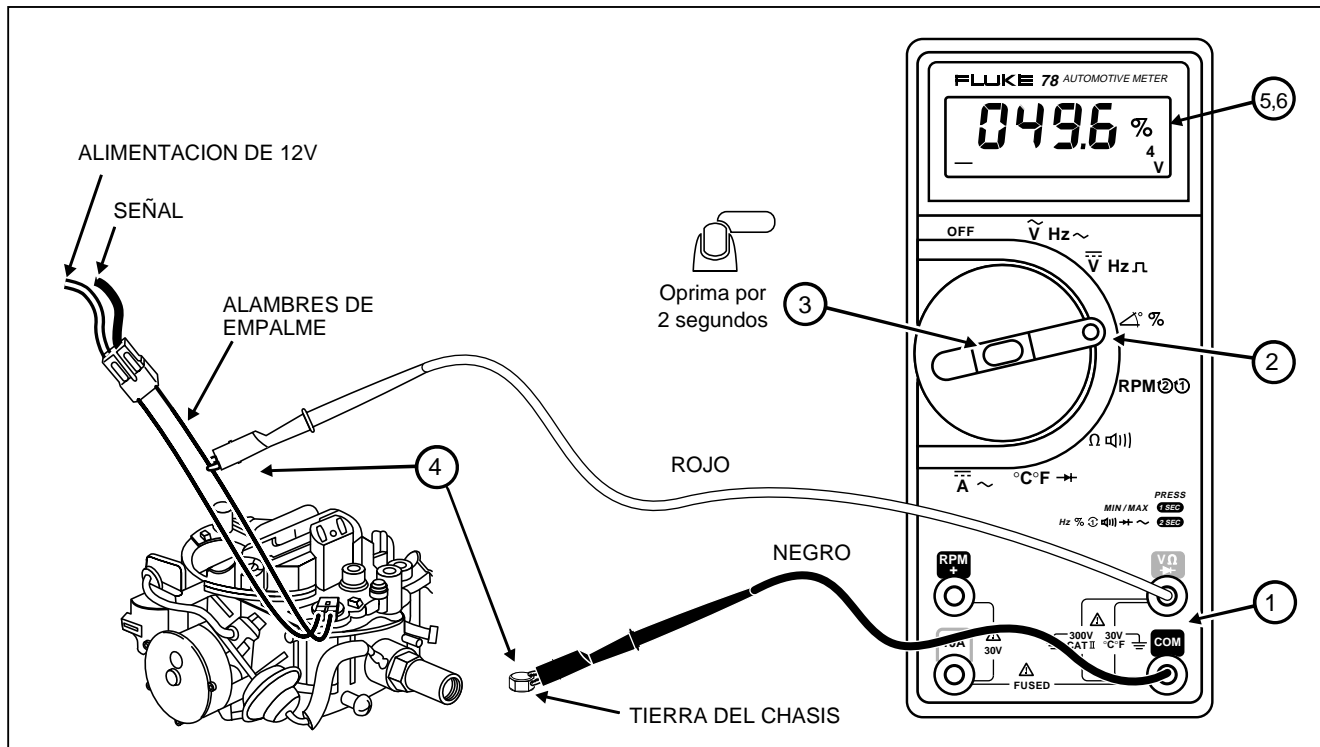

Figura 14. Como Medir el Ciclo de Trabajo en un Carburador de Realimentación
1. Inserte las puntas de prueba en las terminales (figura 14).